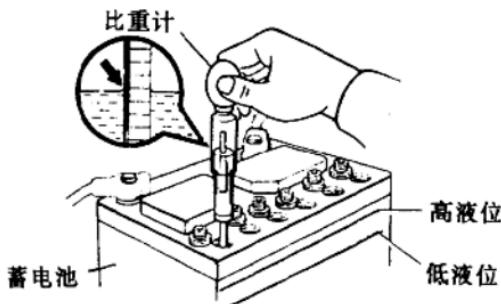

图 2-1 检查蓄电池电解液比重
(1) 电池衰损：检查蓄电池电解液的比重(图 2-1)。充电，必要时更换蓄电池。